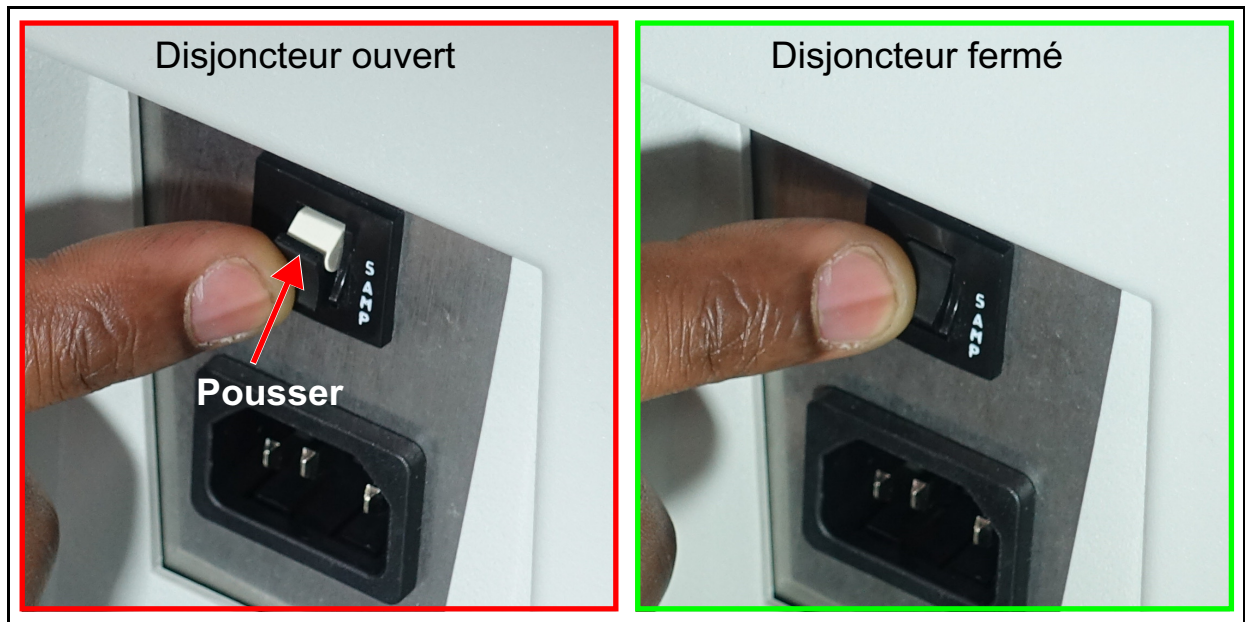

Figure 4-22 : Fermeture du disjoncteur
2. Débranchez le cordon d'alimentation et poussez le disjoncteur vers la machine pour le fermer (Figure 4-22).